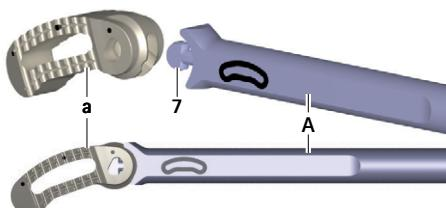

Fig. 7 Koppla fast implantatet i insättningsinstrumentet
- För in implantatet a i skyddsförpackningen mot nyckelgreppet 7 på insättningsinstrumentet A, se Fig. 7. Kontrollera implantatets riktning (ska vara vänt enligt texten på insättningsinstrumentet).
- ▶ Koppla fast insättningssinstrumentet A i implantatet a in situ, se Fig. 7.